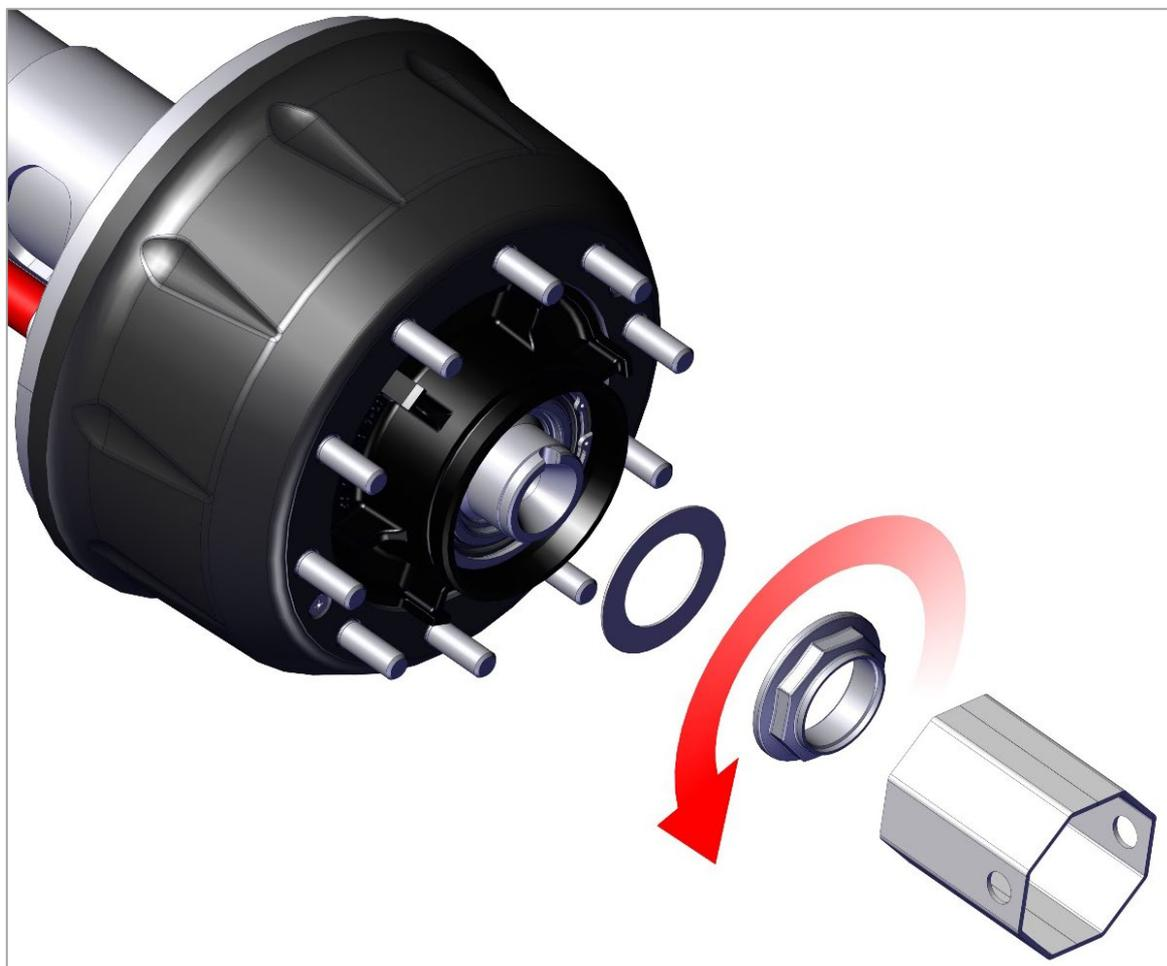

Рис. 4.1 Снятие гайки подшипников.
2) Отверните гайку подшипников ступицы и снимите упорную шайбу (Рис. 4.1).